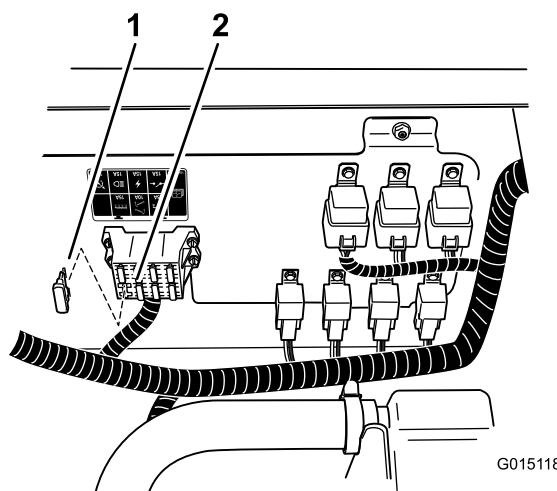

Figura 30
6. Installate il fusibile da 10 A nel portafusibili (Figura 30).